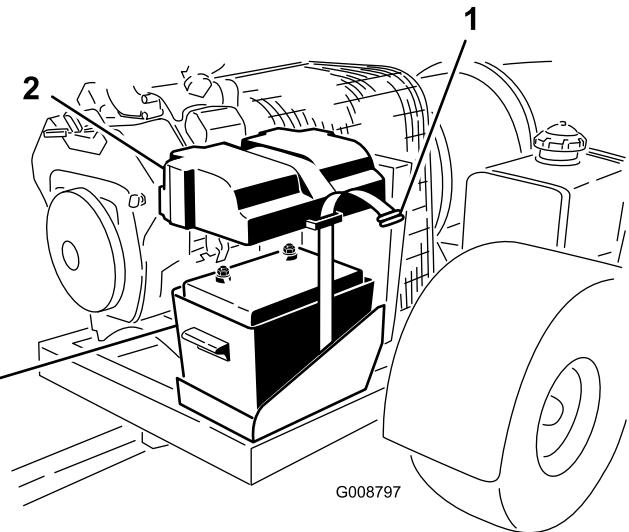

図 3
2. バッテリー・カバーをバッテリー・ボックスに固定しているベルト(ストラップ)を外す(図 3)。